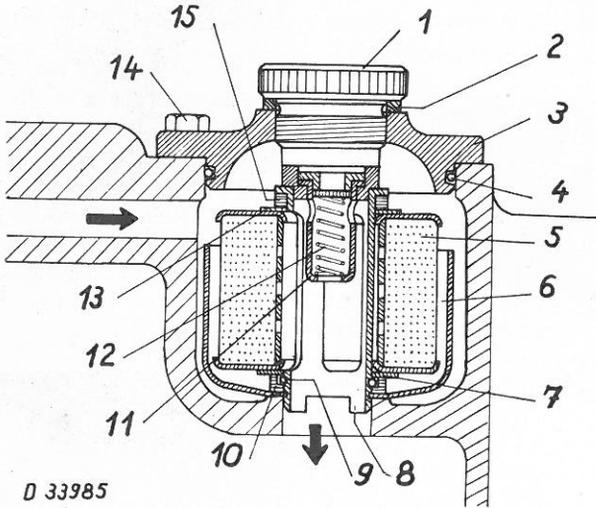

fig. 189 Défaire le tamis
b) Démonter l'élément filtrant tamis (fig. 189), le nettoyer dans de l'essence pure, à l'aide d'une brosse tendre. S'il y a de l'air comprimé, boucher le trou inférieur et souffler d'en haut, de manière que le filtre soit nettoyé de l'intérieur vers l'extérieur. Renouveler au besoin l'élément filtrant.